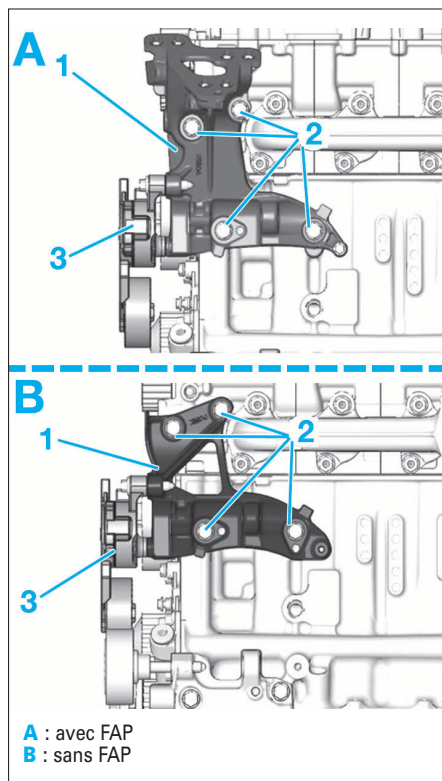

FIG. 80
- le galet tendeur dynamique (3) (Fig.80).
- les vis (2)
- le support multifonction (1).